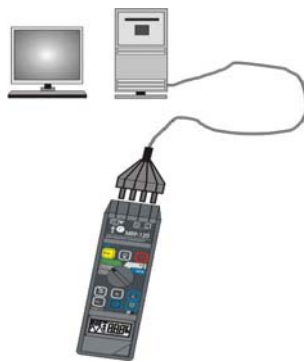

Рис. 10. Соединение интерфейса с измерителем.
- Подключить провод к последовательному порту (RS-232) компьютера и к измерителю, вставив его вилку в измерительное гнездо прибора (в соответствии с Рис.10) таким образом, чтобы характерные насечки находились на верхней части вилки;